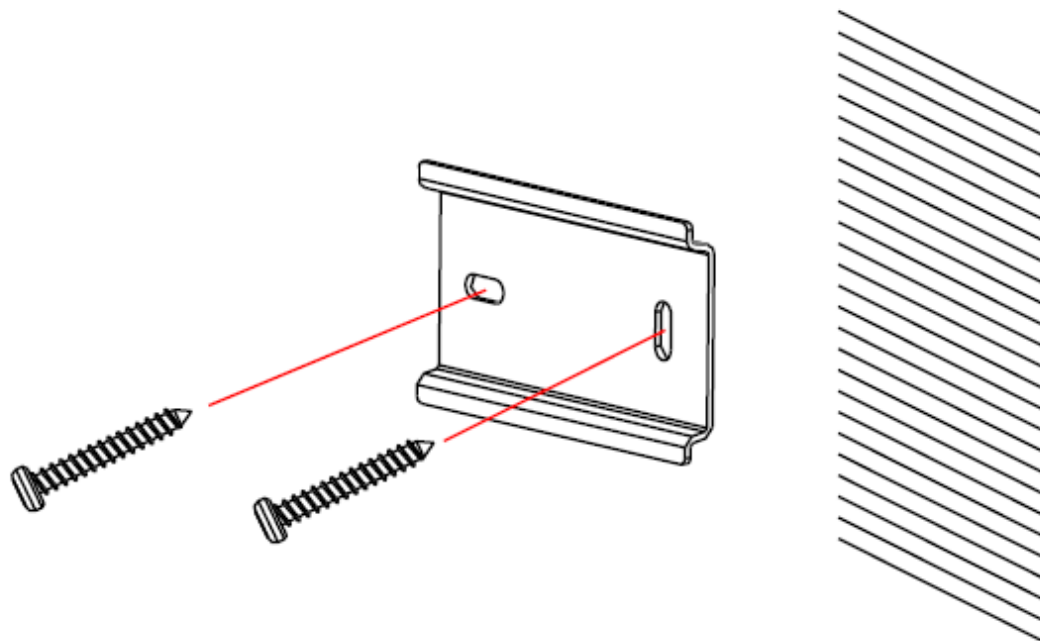

図 4-43 標準のマウントレールの固定
1. 取り付け面に標準の取り付けレールを固定します。図 4-43 に示すように。